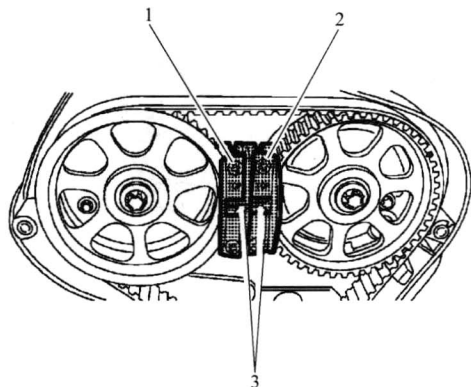

图 1-6 安装锁止工具
- 12) 如图 1-6 所示, 安装 EN-6340 锁止工具 (1+2) 安装在凸轮轴链轮之间, 确保锁止工具的左标记对准右标记。